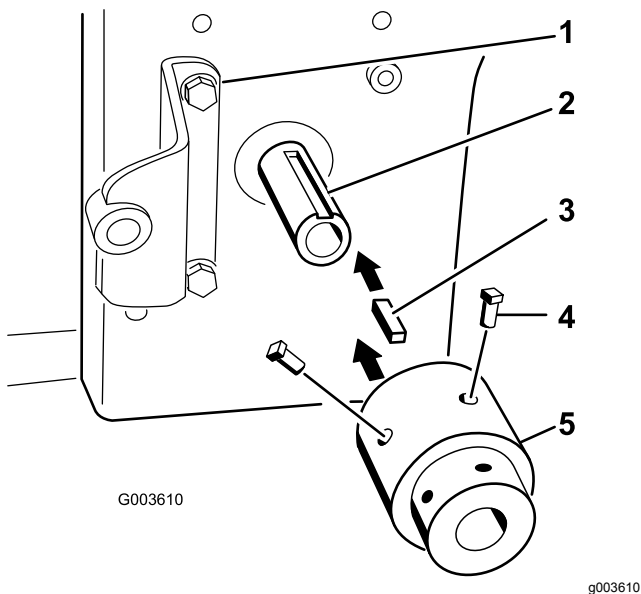

Bild 20
6. Setzen Sie den Vierkantschlüssel ($\frac{1}{4}$ " x 1") in den Schlitz in der Motorzapfwelle ein (Bild 20).
7. Fluchten Sie den Hub mit dem rechteckigen Schlüssel aus und montieren Sie ihn an der Motorzapfwelle (Bild 20).
8. Schmieren Sie die zwei Stellschrauben ($\frac{5}{16}$ " x $\frac{3}{4}$ ") mit entfernbarem Gewindesperrmittel ein und setzen Sie sie in die Nabe ein, um ihn an der Zapfwelle zu befestigen (Bild 20).